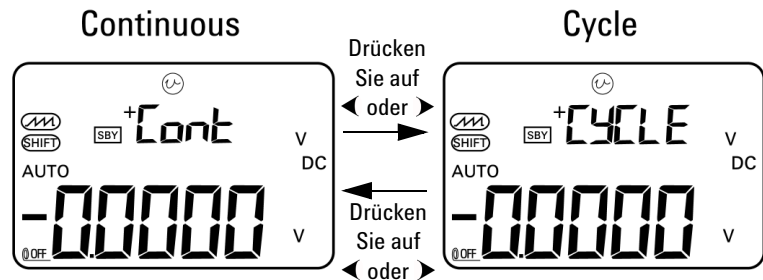

Abbildung 2-4 Auswählen des Autoramp-Ausgabemodus
- 4 Nachdem Sie die erforderliche Funktion  ausgewählt haben, drücken Sie auf ◀ oder ▶, um entweder den kontinuierlichen oder den Zyklusmodus auszuwählen. Auf der Sekundäranzeige wird entsprechend **Cont** oder **CyCLE** angezeigt (*Abbildung 2-4* auf Seite 38).